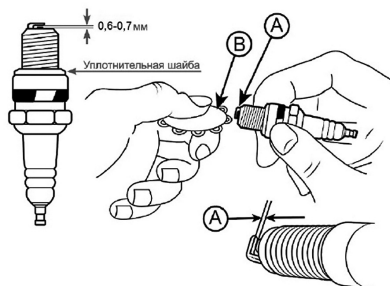

Рис. 29. Проверка зазора между электродами
6. Проверить зазор между электродами и, если необходимо, отрегулировать, его значение должно быть в диапазоне 0,6-0,7 мм (Рис. 29).